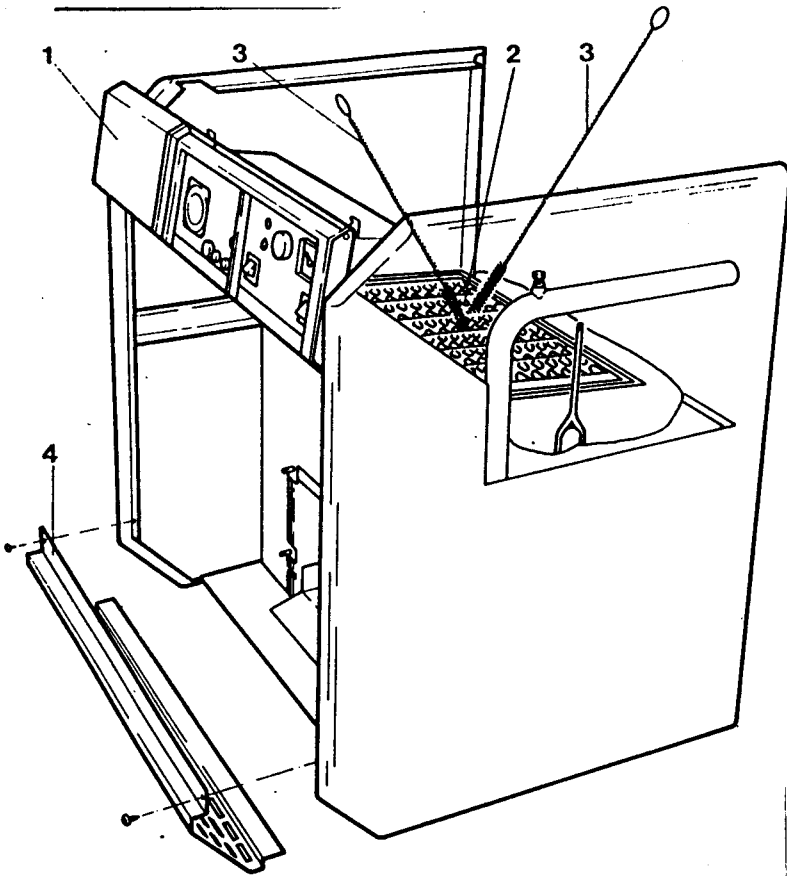

Рис.17
- Вынуть и основательно почистить поддон (2) рис. 17, стр. 35, затем вставить поддон (2) на место, обращая внимание на то, чтобы он был задвинут до упора. Перед тем, как первый раз вынуть поддон, следует удалить транспортировочный крепежный клин (1) с правой стороны.
Пояснения к рис.17